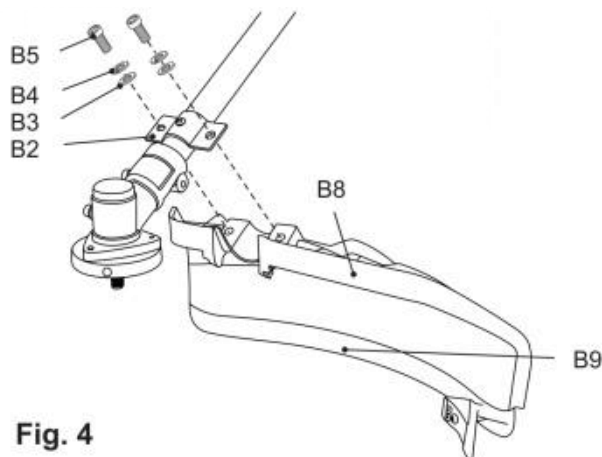

Fig. 4
9) Fissare il collegamento con i bulloni (B5) , le rondelle elastiche rs((B4)) e le rondelle (B3)) utilizzando lo strumento (E4) .(Fig.4).